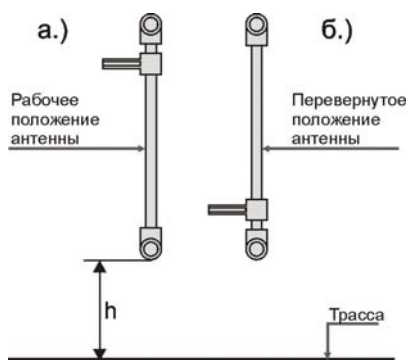

Рисунок 9.2. Положение антенны при настройке глубины залегания трассы.
1. **«Антенну в МАХ и нажмите «Ok»»** - установите антенну нижним датчиком в отмеченную точку строго вертикально и перпендикулярно трассе (рисунок 9.2.а.), нажмите  ВЫБОР. Настройка продлится 5 секунд.
2. **«Переверните антенну и нажмите «Ok»»** - переверните и установите антенну верхним датчиком в отмеченную точку строго вертикально и перпендикулярно трассе (рисунок 9.2.б.), нажмите  ВЫБОР. Настройка продлится 5 секунд.